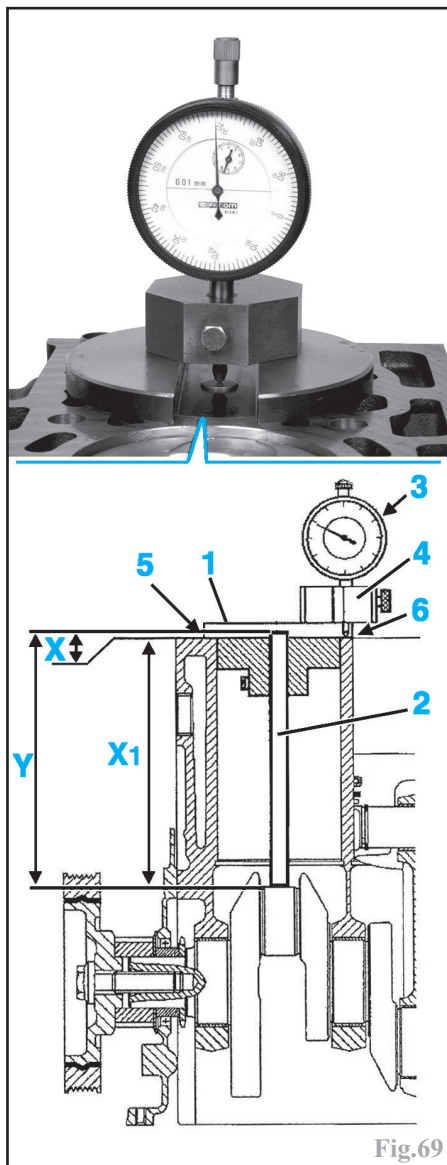

Fig.69
-mettre à la place de l'ensemble bielle-piston, dans le cylindre concernée, le faux piston (1) (**Mot. 1319**) équipé d'une tige calibrée (2) (**Mot. 1319-01**), de longueur (**Y**) = 177,973 mm, en appui sur le maneton (Fig.69).
de longueur (**Y**) = 177,973 mm, en appui sur le maneton (Fig.69).
Avec (Fig.69) :